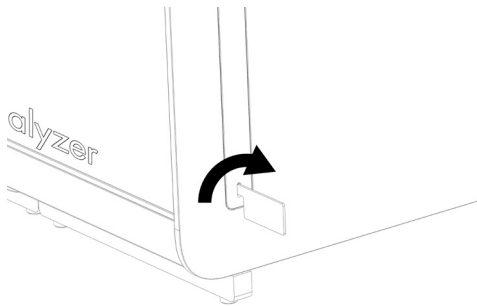

図 5. 保護カバーを取り外す。
2. QIAstat-Dx Analyzer 1.0 :に同梱の保護カバー取り外しツールを使用して、分析モジュールの側面から保護カバーを取り外します (図 5)。